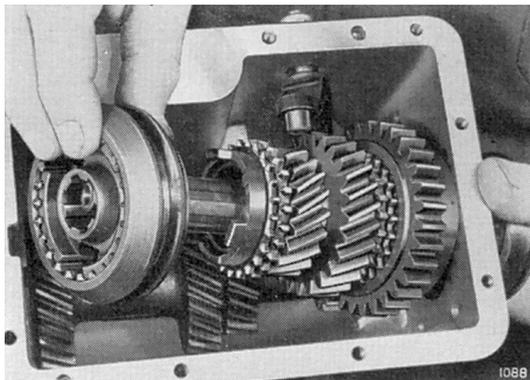

Fig. 18.
Incliner l'ensemble arbre secondaire (Fig. 18) et extraire l'ensemble synchroniseur (92), (95) et les anneaux de synchroniseur (96) et (98).